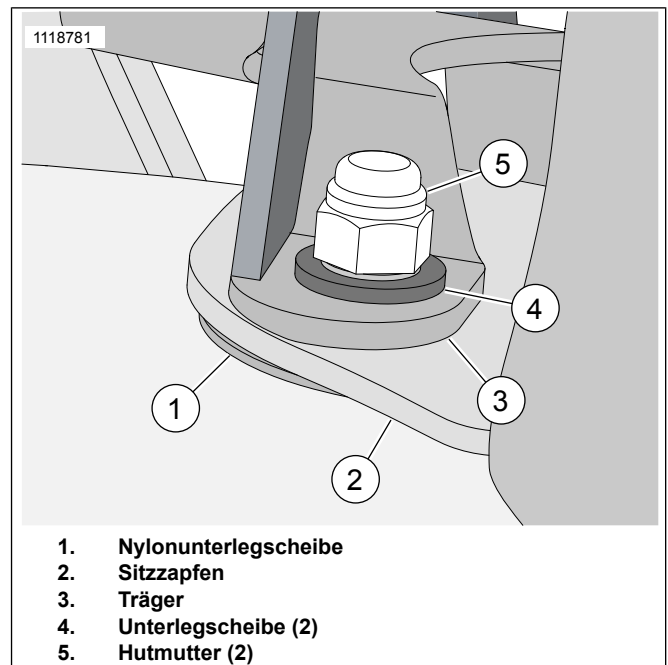
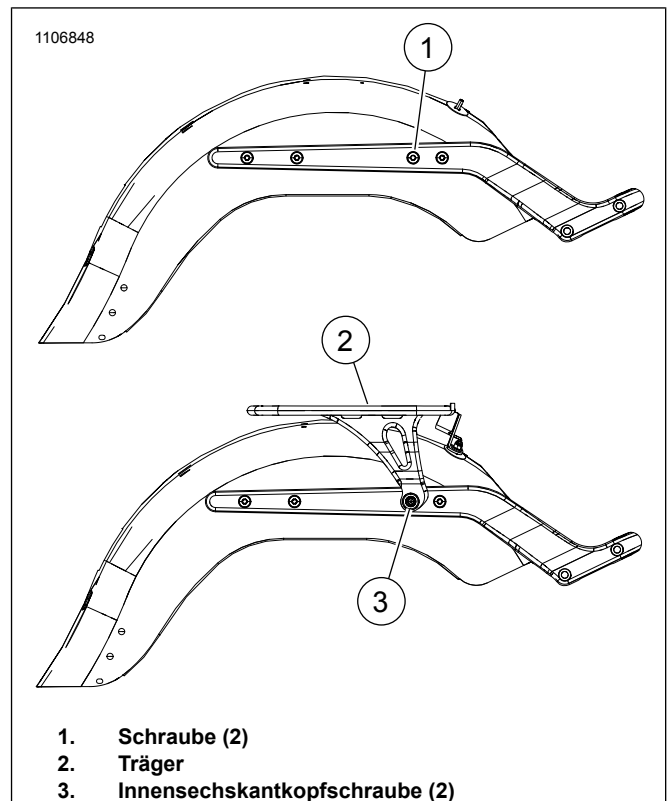

Abbildung 5. Einbau der Befestigungsteile
Abbildung 6. Sätze 50300154 und 50300156:
- 2. Siehe Abbildung 6. Schrauben (1) vom Schutzblech entfernen.
- a. Siehe Abbildung 5. Sicherstellen, dass Nylon-Unterlegscheibe (1) und Sitzzapfen (2) richtig auf den Bolzen positioniert sind.
- b. Position Gepäckträger (3) auf dem Sitzzapfen (2).
- c. Die Unterlegscheiben (4) und die Muttern (5) locker anbringen.
- d. Siehe Abbildung 6. Die Löcher in der Seitenplatte des Trägers mit dem Schutzblech ausrichten.
- e. Die beiden Innensechskant-Kopfschrauben (3) locker anbringen, damit der Träger in Position bleibt.
- f. Eine Innensechskant-Kopfschraube (3) entfernen und Gewindegewissungsmittel auftragen.